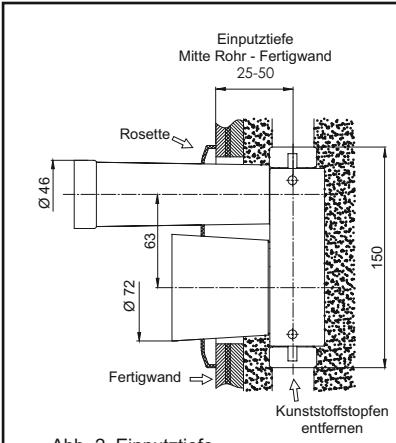

Abb. 2 Inputztiefe
- 2.2. Die optimale Inputztiefe Mitte Rohr unter Fertigwand beträgt 25 mm bis 50 mm (Abb. 2). Größere Inputztiefen erfordern später Verlängerungshülsen für die Rosette sowie eine zweiteilige Spindelverlängerung.
- 2.4. Kunststoffstopfen entfernen (Abb. 2).